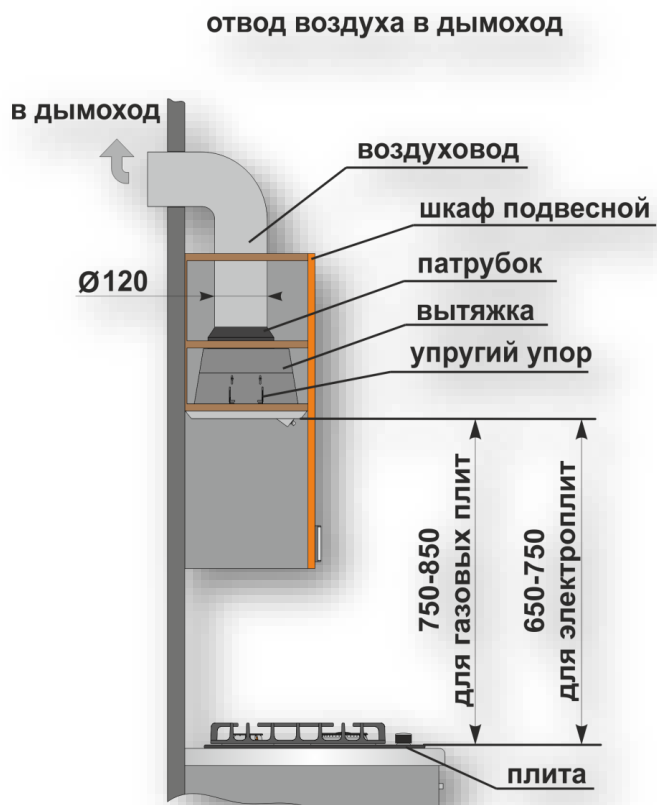
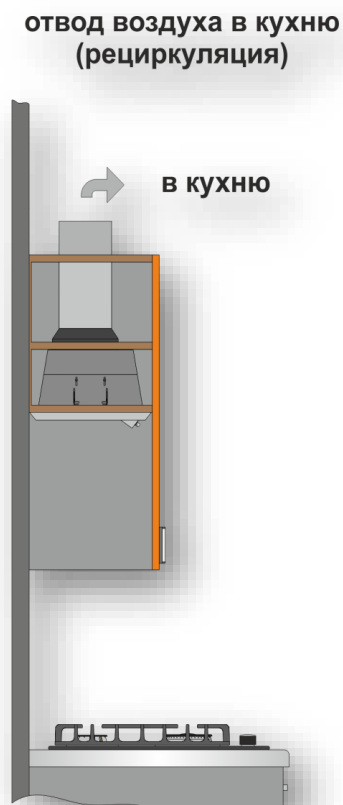

Рис.1
Рис.2
4.5 При монтаже вытяжки на необходимой установочной **высоте Н** над плитой (**рис.1**) для отвода воздуха в дымоход используйте воздуховод **Ø150 - Ø120мм**. Меньший диаметр создаст дополнительное сопротивление воздуху, что приведет к увеличению шума и вибрации, а также к перегреву двигателя.
- в режиме отвода воздуха в дымоход кухни (**рис.1**);
- в режиме рециркуляции (замкнутый кругооборот воздуха в кухне) (**рис.2**).
6.1 Выберите режим работы (**рис.1 / рис.2**) и место для установки вытяжки.